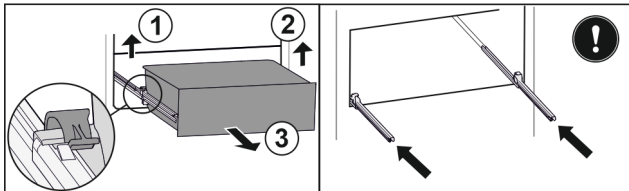

Fig. 144
- ▶ 提起左侧夹子，同时将抽屉左侧向前拉。 Fig. 144 (1)
- ▶ 提起右侧夹子，同时将抽屉右侧向前拉。 Fig. 144 (2)
- ▶ 朝前取出抽屉。 Fig. 144 (3)